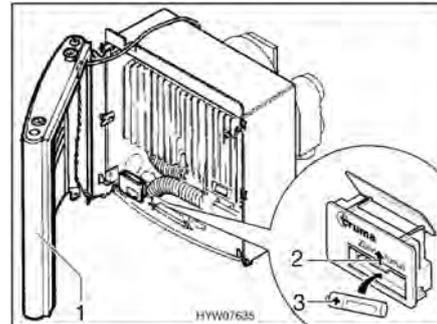

Bild 118 Heizung geöffnet
- Verkleidung (Bild 118,1) seitlich anstellen, damit die Anschlusskabel für das Warmluftgebläse sowie für die Zünd-Kontroll-Lampe nicht ausgesteckt werden müssen.
- Die Abdeckung des Batteriefachs am Zündautomaten (Bild 118,2) nach oben schieben.
- Eine neue Batterie (Bild 118,3) gleichen Typs polrichtig (+/-) in das Batteriefach des Zündautomaten einsetzen. Nur temperaturbeständige (+70 °C) und auslaufsichere Mignon-Batterien verwenden.